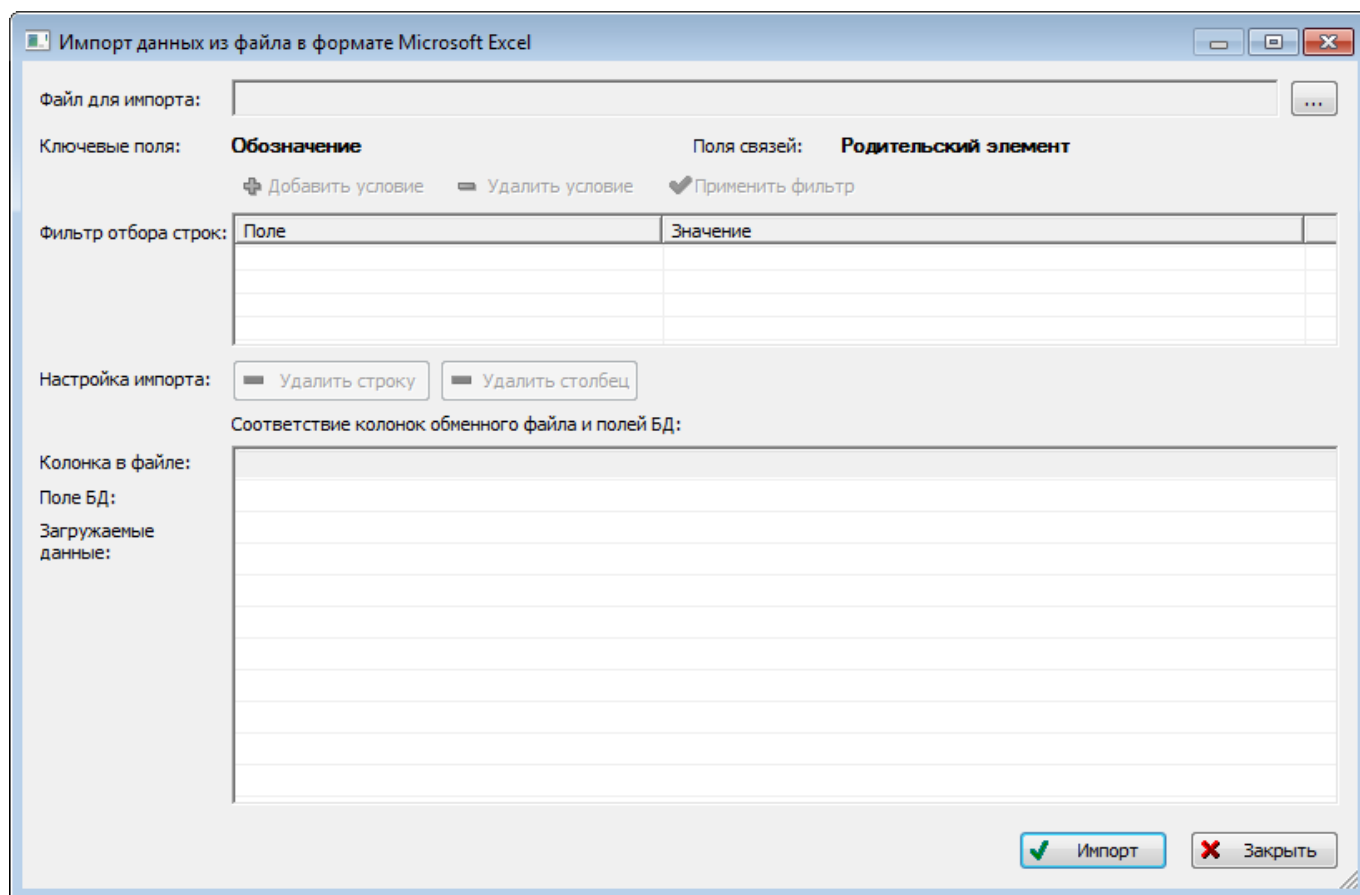

Рис. 17-29 – Окно импорта из файла Excel
- 5) В результате откроется окно «Импорт данных из файла в формате Microsoft Excel» (рис. 17-29). Описание назначения полей данного окна приведено в пункте 5.4.6 «Панель «Импорт/экспорт»», стр. 61.
6) Нажать в нем кнопку  «Выбрать файл на локальном диске» (рис. 17-29). Откроется стандартное диалоговое окно «Открыть» – выбрать нужный файл и нажать кнопку «Открыть».